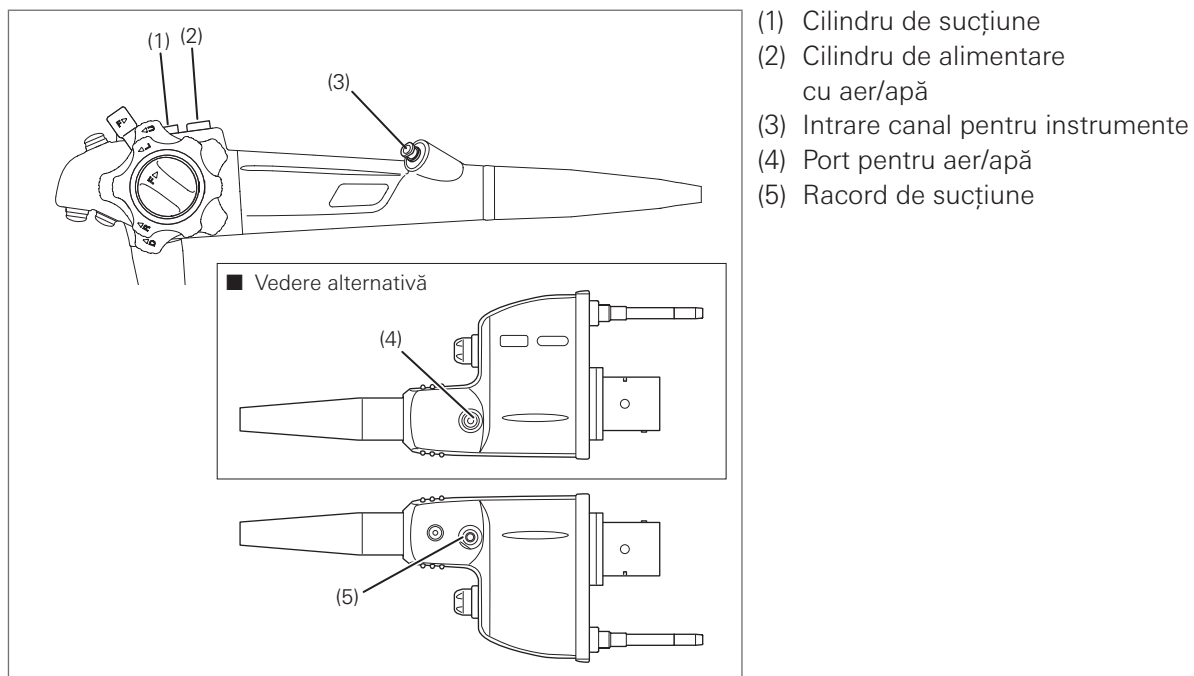

Figura 3.8
9. Folosind ambele mâini, îndoiți tubul de inserție sub forma unui arc, după cum este ilustrat în Figura 3.8. Prin glisarea tubului de inserție în direcția săgeții din Figura 3.8, confirmați faptul că întregul tub de inserție poate fi îndoit uniform și ușor, sub forma unui arc.